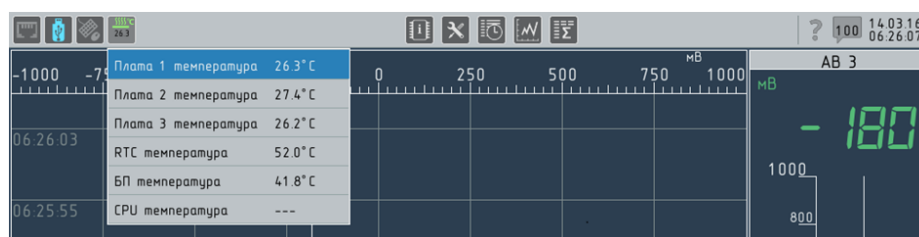

Рисунок 3.6 – окно индикации температуры внутренних датчиков
- ▶ индикатор температуры служит кнопкой для вызова окна индикации температуры внутренних датчиков (см. рисунок 3.6);